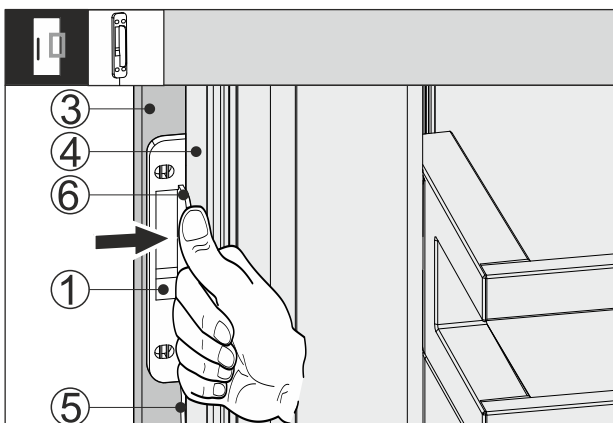

Fig. 66
- ▶ Împingeți senzorul pentru ciocănit Fig. 66 (1) între frontul mobilierului Fig. 66 (3) și ușa aparatului Fig. 66 (4) astfel încât cablul Fig. 66 (5) să fie ușor tensionat. Oprirea Fig. 66 (6) a senzorului pentru ciocănit este amplasată pe ușa aparatului Fig. 66 (4).
- ▶ Apăsați senzorul pentru ciocănit Fig. 66 (1) pe frontul mobilierului Fig. 66 (3).
- ▷ Senzorul de zgomot pentru ciocănit Fig. 66 (1) este lipit. Fixarea senzorului pentru ciocănit optimizează transmiterea semnalului pentru ciocănit.
Fixarea permanentă a senzorului pentru ciocănit Fig. 66 (1) crește durata de viață.
- ▶ Înșurubați senzorul pentru ciocănit Fig. 66 (1) pe frontul mobilierului Fig. 66 (3) cu ajutorul șuruburilor furnizate.